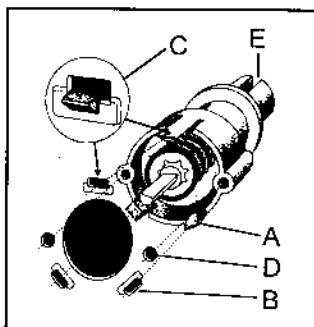
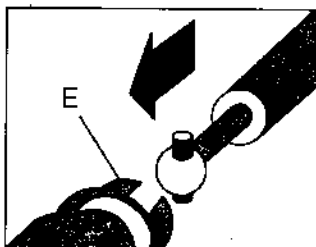

Рис. 17
Рис. 18
- Введите исполнительный механизм с внутренней стороны блока переключателей или панели управления духовкой, так чтобы три выступа (A) совпали с тремя прорезями (B) на блоке переключателей или панели (рис. 17). (При этом имеется только одно подходящее положение.)
- Нажмите слегка на исполнительный механизм, так чтобы он зафиксировался с помощью выступов (A), как показано на схеме (C).
- Если по какой-либо причине один из выступов отламывается, крепление можно выполнить с помощью винтов, вставляемых в отверстия (D) и ввинчиваемых в сам исполнительный механизм (см. рис. 18).
- Подвиньте духовку к телескопическим исполнительным механизмам, закрепив их на газовых кранах и вставив концевой поперечный участок в прорезь (E) (рис. 18).